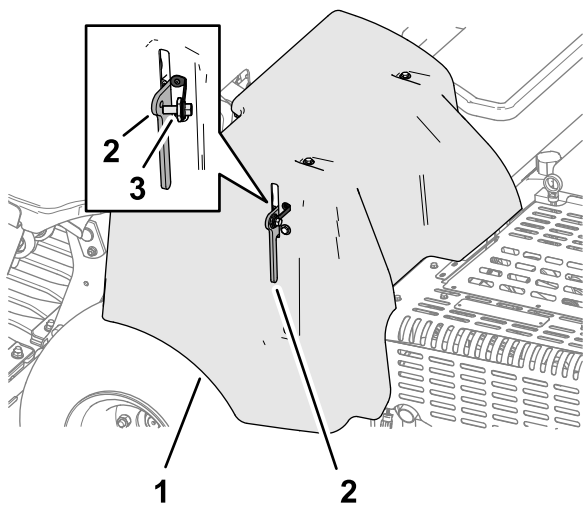

図 136
4. CE向けベルトカバーラッチ用ランヤードが付いているマシンでは、ランヤードボルトをカバーラッチの穴に通してボルトを締める 図 136。